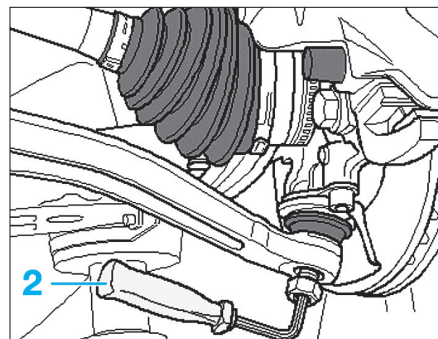

Fig. 26
• Pour visser l'écrou, maintenir les tourillons avec la clé approprié (2) (clé allen de 7 mm) (Fig.26).